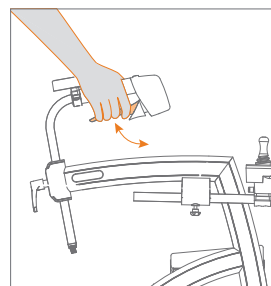

Abbildung 68: Feststellbremse lösen
- d. Um den Rollator aus der Parkposition zu lösen, ziehen Sie erneut die Bremsgriffe und lassen Sie sie los (**Abbildung 68**). Der Rollator befindet sich nicht mehr in der Parkposition.